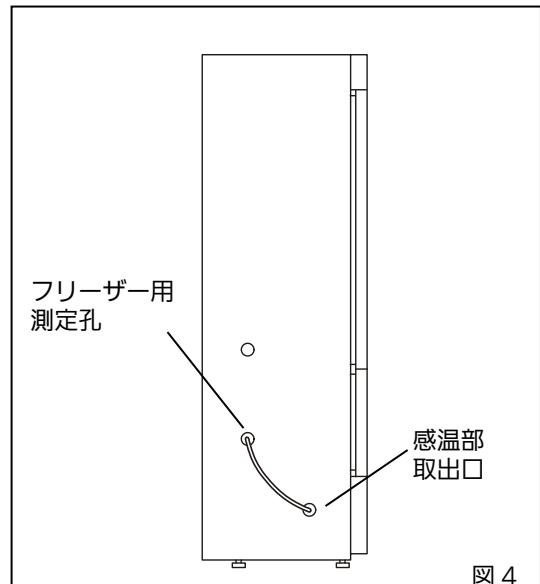

図 4
4. フリーザーの左側面の測定孔のゴムキャップ（外側および内側）を外し、中の断熱材を取り出してください。その測定孔を通して自記温度記録計の感温部をフリーザー内に通してください [図 4]。通したら、測定孔に断熱材を戻し、ゴムキャップでふたをしてください（外側および内側）。感温部取出口もゴムキャップでふたをしてください（外側のみ）。